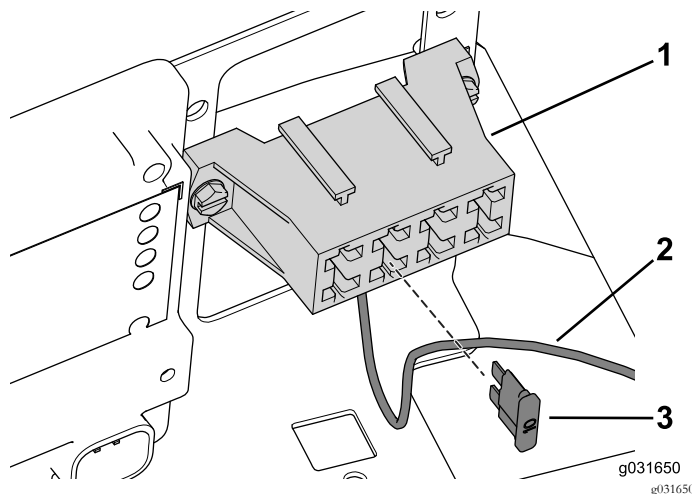

Bild 46
- Schließen Sie das Kabel für den Kabinenstrom an einer unbelegten Stelle am Sicherungsblock an (Bild 46).
- Setzen Sie eine 10-A-Sicherung in den Schlitz mit dem Kabel ein (Bild 46).